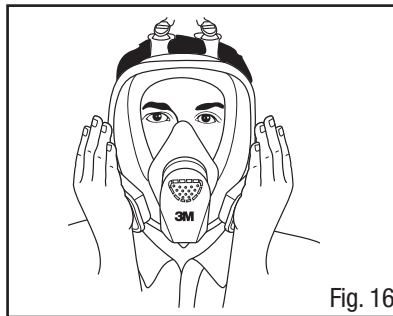

Fig. 16
1. Coloque las palmas de las manos de modo que cubran la cara del cartucho o el área abierta del Soporte del filtro 3M™ 501 e inhale con suavidad. Ha logrado un ajuste adecuado, si siente que la pieza facial se colapsa un poco y se pega a su cara sin ninguna fuga entre la cara y la pieza facial (Fig. 16).